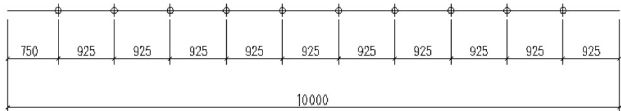

图 4.127 插入点
绘制图 4.127 所示图形, 练习点样式设定及【定距插点】命令。
- (1) 执行【格式】|【点样式】命令, 按图 4.127 所示选择点样式, 并将点大小设定为 100 绝对单位。
- (2) 绘制长度为 10000mm 的直线。
- (3) 用【定距插点】命令插入点。